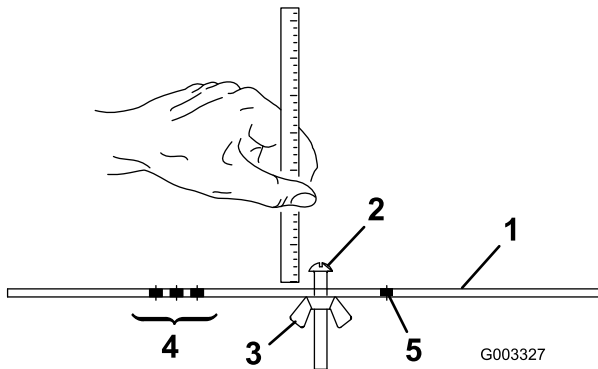

Bild 17
2. Lösen Sie die Mutter an der Messlehre (Bild 17) und stellen Sie die Einstellschraube auf die gewünschte Schnitthöhe ein. Der Abstand zwischen dem unteren Ende des Schraubenkopfs und der Stirnseite der Messlehre ist die Schnitthöhe.